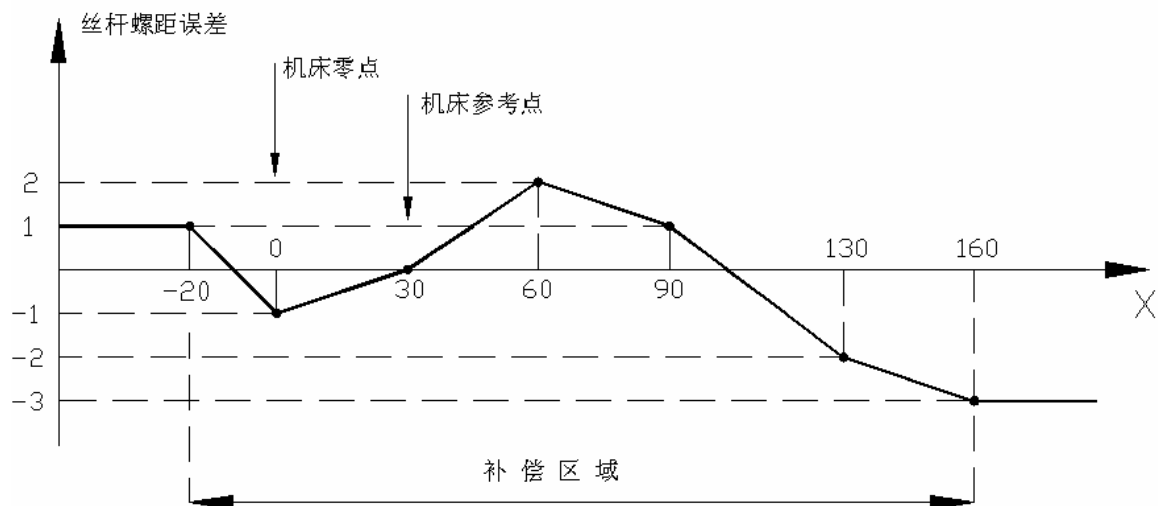

图 2.1
9. CNC 把第一补偿测量点和最终补偿测量点的误差值，分别作为补偿区域之外部分的误差值(参见图 2.1 例)。